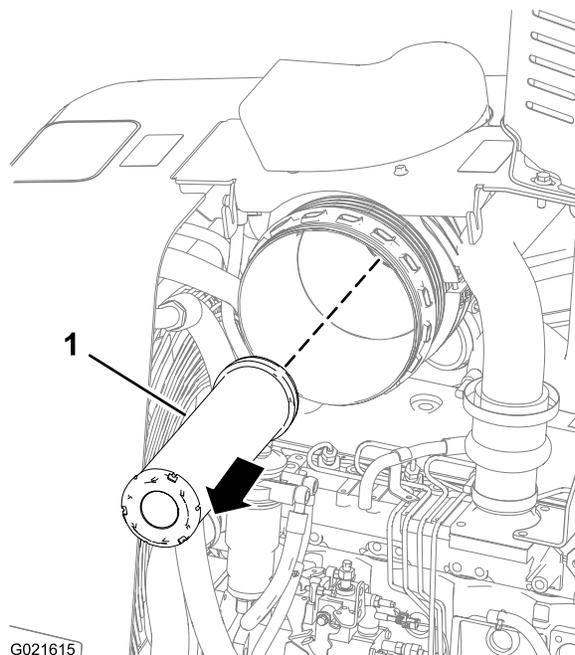

Figura 51
Tire hacia fuera del elemento secundario del limpiador de aire y retírelo de la carcasa del limpiador de aire (Figura 51).
- Inserte el nuevo filtro secundario del limpiador de aire en la carcasa del limpiador de aire (Figura 51).